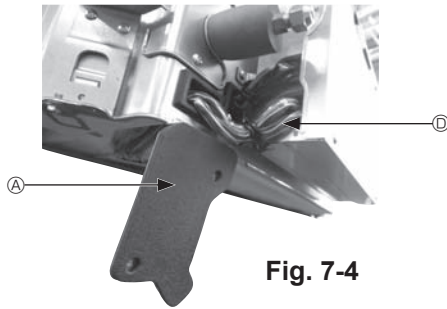

Fig. 7-4
- ① Verwijder de 2 schroeven waarmee de bedradingskap vastzit uit de hoofdunit en open de kap.
- ② Leid de bedrading van de i-See-sensor en signaalontvanger door de draadgangen in de schakeldoos zoals aangegeven in de tekening en door de doorvoeren aan de zijkant van de hoofdunit. (Fig. 7-4)